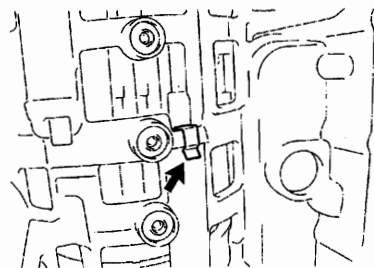

图 12-1-57
(62) 如图 12-1-57 所示, 从变速器壳上拆下制动片限位弹簧。
(8) 如图 12-1-57 所示, 安装制动器盘止动装置弹簧。